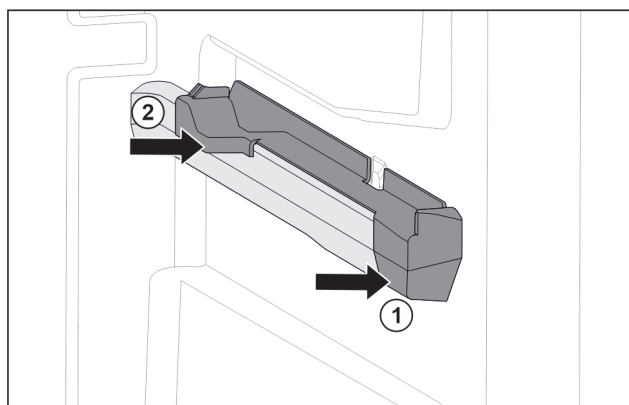

Fig. 83 Élément emboîtable sur la nervure de récipient droite
- Poser le devant de l'élément emboîtable contre la nervure de récipient. *Fig. 83 (1)*
- Enfoncer l'arrière de l'élément emboîtable. *Fig. 83 (2)*